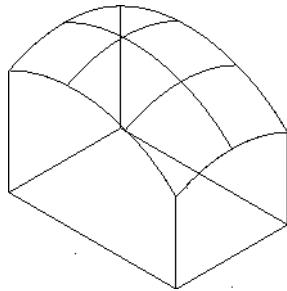
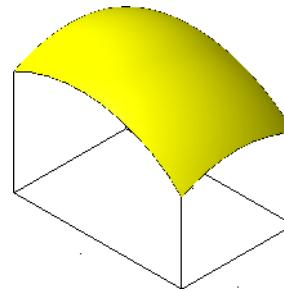

图 6-42 创建网状曲面
图 6-43 图形着色
- 04 单击“网状曲面”工具栏中的“确定”按钮，即可完成网状曲面的创建操作，结果如图 6-42 所示。然后在“着色”工具栏中单击“图形着色”按钮，结果如图 6-43 所示。